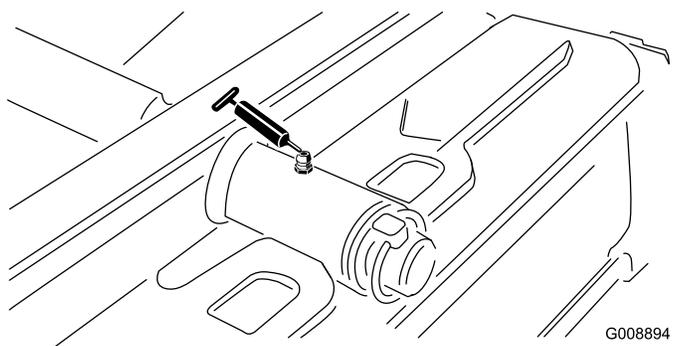

Рисунок 49
- Ось поворота заднего режущего блока (Рисунок 49)